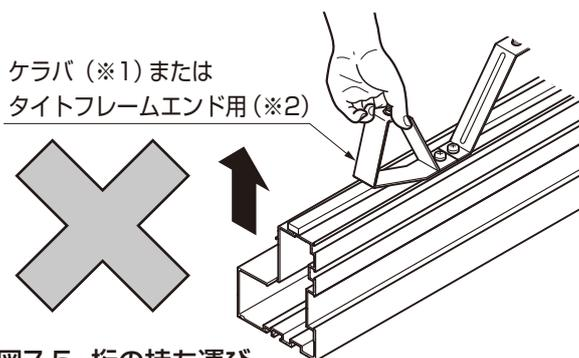

図7-5 桁の持ち運び
- タイトフレームを取付けた後、桁を持ち運ぶときは、ケラバ (※1) とタイトフレームエンド用 (※2) を持たないでください。曲がって端部面戸爪付が取付かなくなります。(図7-5参照)
- 横延長の場合は、中間桁にもタイトフレームを取付けてください。(図7-5参照)